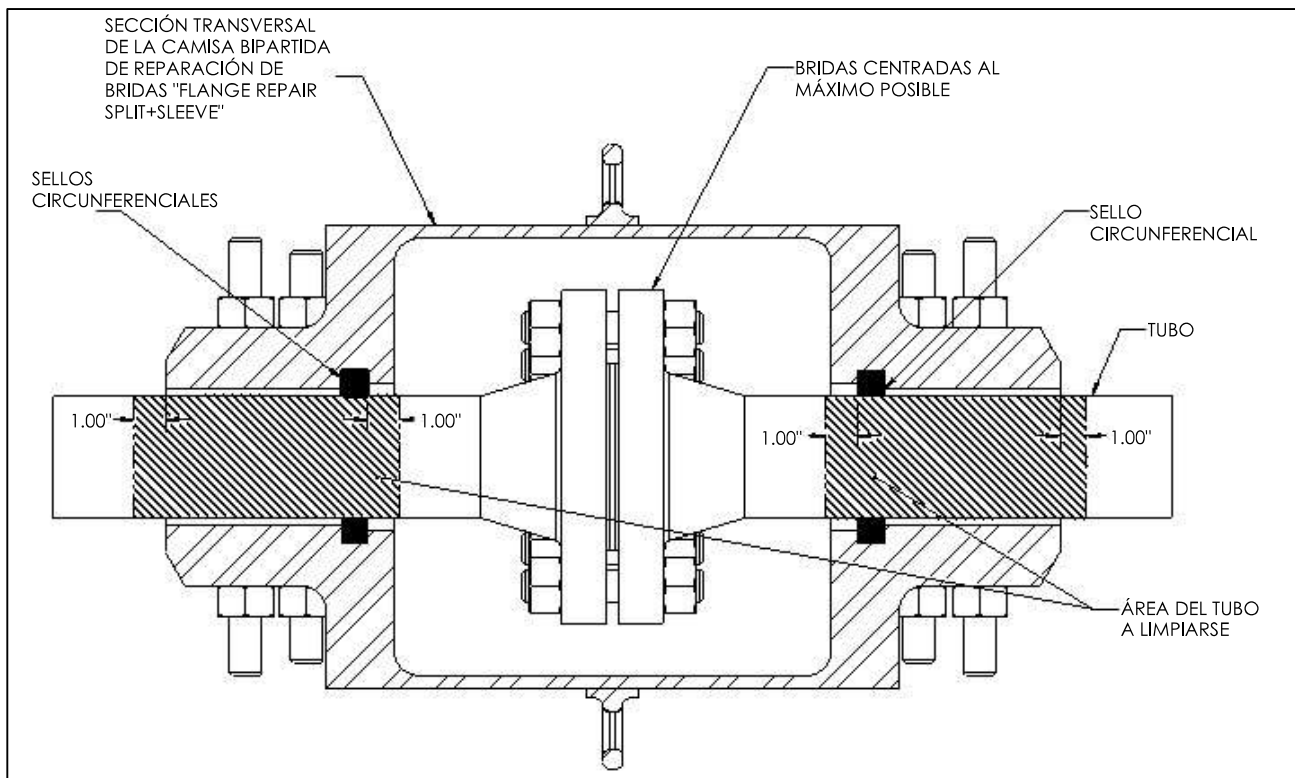

Figura 1
2. Elimine todo recubrimiento, óxido e incrustaciones de la superficie del tubo donde los sellos circunferenciales de la camisa bipartida de reparación de bridas "PLIDCO Flange Repair Split+Sleeve" entrarán en contacto con el tubo (consulte la Figura 1). Se prefiere un acabado casi blanco, como se indica en SSPC-SP10/NACE No.2. Cuanto más limpia esté la superficie del tubo, más positivo será el sellado. Las superficies arenadas deben pulirse y quedar lisas.
3. Donde los sellos circunferenciales entrarán en contacto con cualquier soldadura longitudinal, circunferencial o en espiral en los tubos u otras protrusiones, las soldaduras en dicha área deben esmerilarse a ras del diámetro exterior del tubo. El área debe extenderse 1 pulgada (25 mm) dentro de los sellos y 1 pulgada (25 mm) más allá del accesorio, tal como se muestra en la Figura 1 designada, "*Área del tubo a limpiarse*".